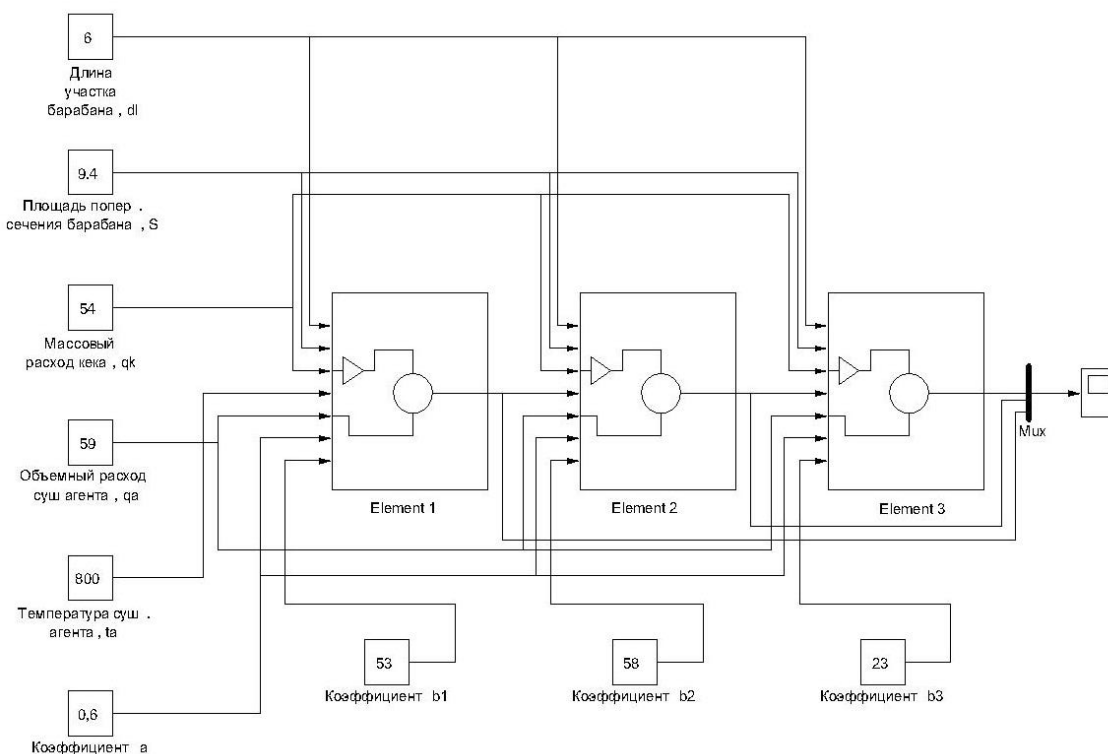
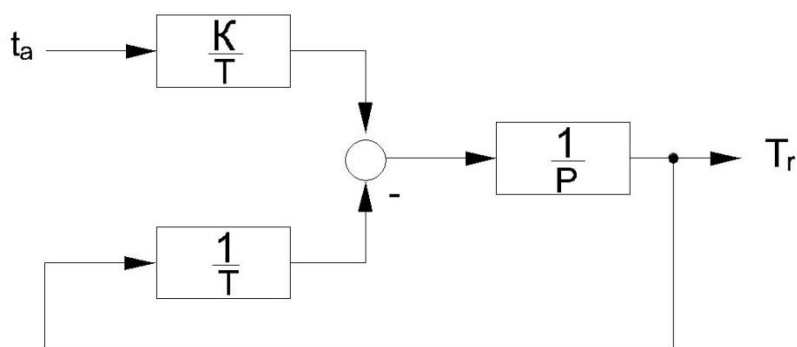

Рис. 3.3. Распределенная модель сушильного барабана, созданная в системе визуального моделирования SIMULINK
Рис. 3.4. Структурная модель инерционного звена 1-го порядка
На основе указанного подхода в системе моделирования Simulink строится распределённая имитационная модель, представляющая собой блочную конструкцию, в которой последовательно связанные программные модули Element 1, Element 2, Element 3 имитируют соответствующие участки барабана. Пример распределенной модели сушильного барабана приводится на рис. 3.3.
7. Для реализации верхнего уровня модели сушильного барабана (см. рис. 3.3) необходимо открыть раздел Ports & Subsystems библиотеки блоков SIMULINK и перетащить из него, удерживая левую клавишу мыши, в нашу модель SUSHKA блок Subsystem (Подсистема). Переименуйте блок Subsystem в Element1. Кроме названного блока, для реализации верхнего уровня модели потребуются блоки: Constant (Постоянная величина) из раздела Sources (Источники), Mux (Объединитель сигналов) из раздела (Блоки коммутации сигналов) и Scope Signal Routing (Автоматический осциллограф) из раздела Sinks (Получатели). Поместите их на поле модели SUSHKA3 рядом с блоком Element 1.
9. Реализовать полностью нижний уровень модели – построить внутреннюю модель элементарного участка барабана Element1 на основе передаточной функции (3.1) и выражений (3.2), (3.3). Важно, что параметры передаточной функции (3.1) – коэффициент передачи K и постоянная времени T не являются постоянными величинами, а зависят от технологических показателей процесса сушки. В ходе экспериментирования на модели оператор меняет технологические показатели, что требует каждый раз автоматического пересчёта параметров K и T . Алгоритм автоматического пересчёта параметров K и T передаточной функции (3.1) по выражениям (3.2) и (3.3) реализуется с помощью математических блоков встроенной библиотеки Simulink во внутреннем рабочем поле блока Element1. Источниками величин для расчета K являются входные порты блока Element1. Технологические параметры задаются вне блока Element 1, информация передаётся внутрь блока через входные порты так как это показано на рис. 3.3. После создания математической модели расчета параметров K и T необходимо. В рабочем поле блока Elemental сформировать модель инерционного звена первого порядка передаточной функцией (3.1) на базе структурной схемы, изображенной на рис. 3.4.
10. Проверить на адекватность модель элементарного участка сушильного барабана Element1, для чего необходимо закрыть внутреннее рабочее поле блока Element1 и выйти в рабочее поле внешней модели SUSHKA3. На блоке Element1 мы видим появившиеся хвостики входов и выходов (рис. 3.3), необходимо подключить к соответствующим входу Element1 блоки Constant, и задать величины технологических параметров численно, полезло подписать каждый блок Constant, к
11. Построить схему модели верхнего уровня - полной модели сушильного барабана. (см. рис. 3.3). Для чего создать две копии блока Element 1. Связать последовательно блоки Element 1, Element 2, Element 3 по температуре отходящих газов (выходной параметр каждого предыдущего блока является входным параметром t а для последующего). Выходные сигналы всех блоков Element объединить через блок Mix и вывести на осциллограф Scope.